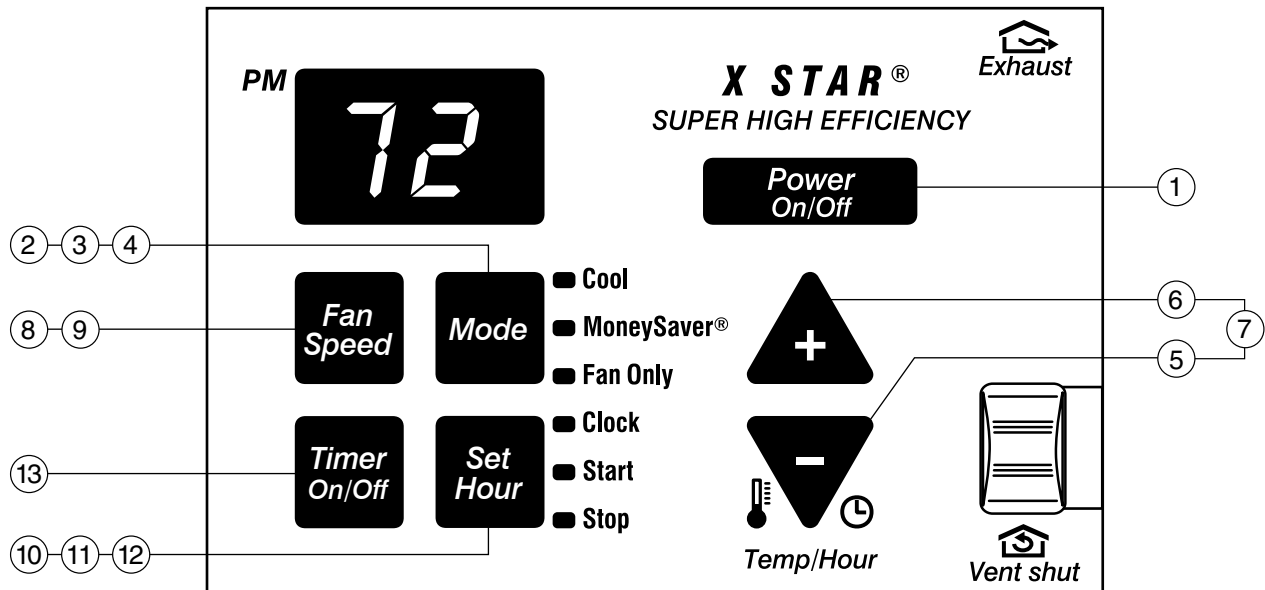

Figure 2
- 3 FAN ONLY (ventilateur seulement) - Appuyer sur la touche FAN ONLY pour ne faire fonctionner que le ventilateur. Il est possible d'utiliser cette fonction avec la fonction air frais / évacuation (FRESH AIR/ EXHAUST) pour amener de l'air frais dans la pièce ou faire sortir de l'air vicié. La fonction de refoulement (EXHAUST) est située dans le coin supérieur droit du centre de commande électronique du climatiseur). Voir la page 22, Figure 2.